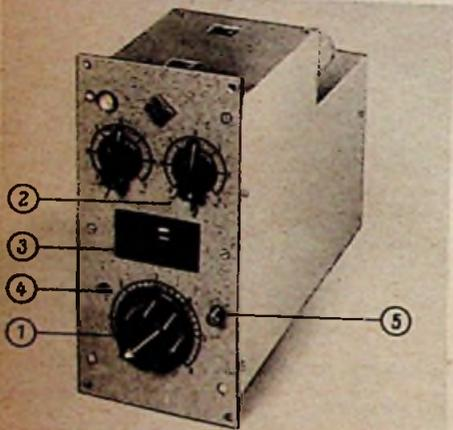

Bild 1. Stereo-Summenverstärker ELA V 110 von Telefunken
(Bild 1 und 2: FTZ, Darmstadt. Bild 3: Fernseh GmbH, Bild 4 bis 8: Arch. Elektr. Obertr.)
Der neue Verstärker (Bild 1) hat eine gemeinsame Verstärkungseinstellung für beide Kanäle mit einem Tandem-Potentiometer (1). Auch die getrennte Höhen- und Tiefenentzerrung (2) erfolgt stereogenau gleichzeitig in beiden Kanälen. Mit dem Magischen Doppelschaltstrich EMM 801 (3) wird die Aussteuerung für beide Kanäle getrennt angezeigt. Dabei ist weniger daran gedacht, die Aussteuerung zu messen, als vielmehr anzuzeigen, ob einer der Kanäle übersteuert ist. Für das Messen selbst und damit für das Einstellen einer bestimmten Lautstärke wird der übliche, einkanalige Tonmesser bzw. das Aussteuerinstrument verwendet. Um im richtigen